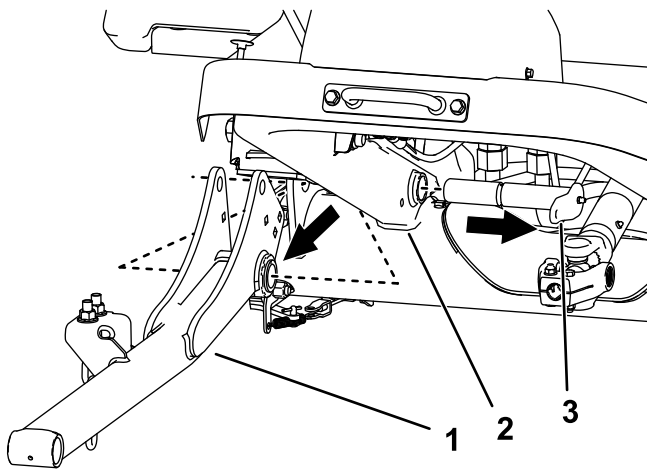

Figura 5
- E. Rimuovete i bracci di sollevamento e i perni grandi dal telaio della macchina (Figura 5).